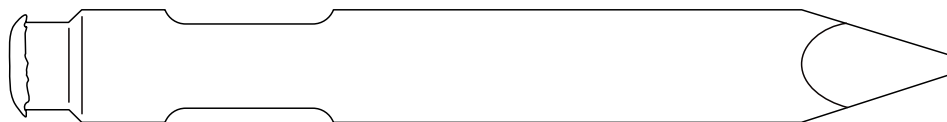

рис. 3
■ Пластическая деформация области соударения пика и бойка. (рис. 3)